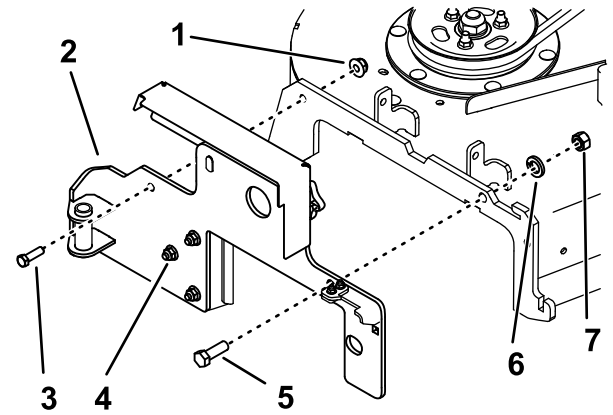

Figura 3
1. Installate il supporto del soffiatore sul piatto utilizzando 1 bullone (1/2" x 1 1/2"), 1 rondella di bloccaggio, 1 dado (1/2"), 1 bullone (3/8" x 1 1/4") e 1 dado (3/8") come mostrato nella Figura 3.
1. Installate il supporto del soffiatore sul piatto utilizzando 1 bullone ($\frac{1}{2}$ " x $1\frac{1}{2}$ "), 1 rondella di bloccaggio, 1 dado ($\frac{1}{2}$ "), 1 bullone ($\frac{3}{8}$ " x $1\frac{1}{4}$ ") e 1 dado ($\frac{3}{8}$ ") come mostrato nella Figura 3.